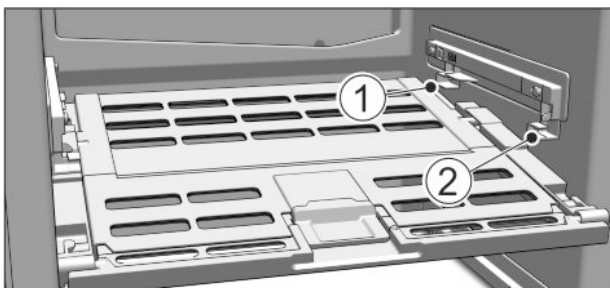

Fig. 73
- ▶ Установка крышки отделения с функцией для хранения овощей и фруктов Fruit & Vegetable-Safe: Вставить поперечные ребра крышки через низ в задний держатель Fig. 73 (1) и защелкнуть спереди на держателе Fig. 73 (2).